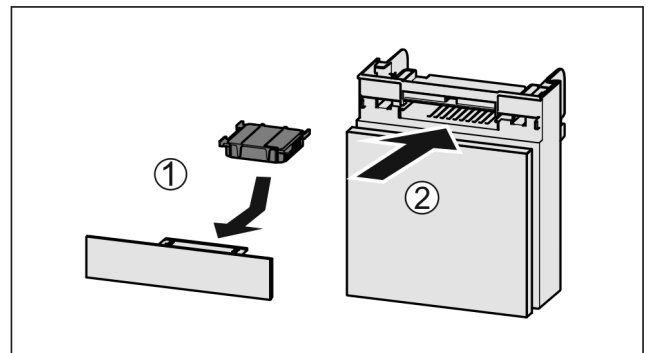

Fig. 158
- ▶ Insérer le filtre à charbon actif d'après le schéma Fig. 158 (1).
- ▶ Insérer le compartiment Fig. 158 (2).